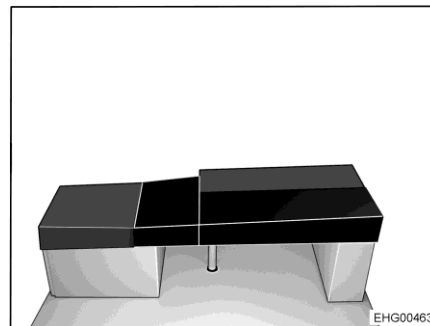

Fig. 181 Dopo la trasformazione
- Posizionare il cuscino aggiuntivo rettangolare sul tavolo (vedi Fig. 181).
- Collocare il cuscino aggiuntivo obliquo sull'allargamento letto a L (vedi Fig. 181).